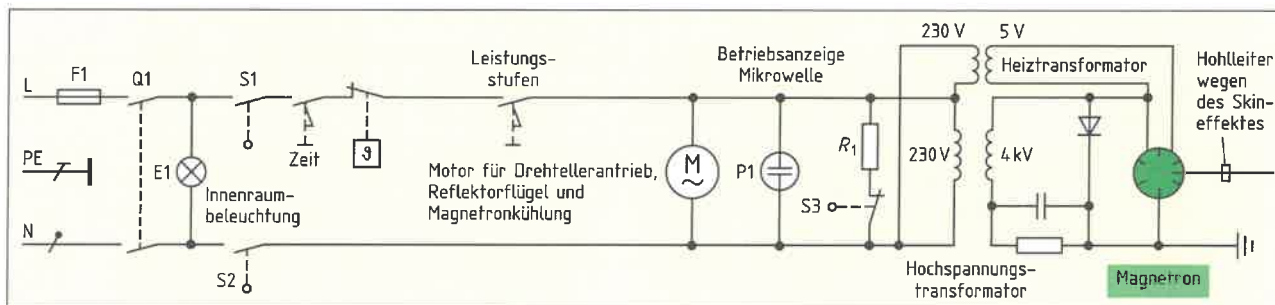

Bild 2: Stromlaufplan Mikrowellenherd
8. a) Welche Schalter (Bild 2) dienen zur sicheren Abschaltung des Mikrowellenherdes beim Öffnen der Tür und b) warum werden dazu mehrere Schalter verwendet?
9. Nach dem Einschalten des Mikrowellenherdes leuchtet die Innenraumbeleuchtung und der Drehteller rotiert. Es entsteht jedoch keine Wärme. Welche elektrischen Betriebsmittel (Bild 2) kommen für diesen Fehler infrage?